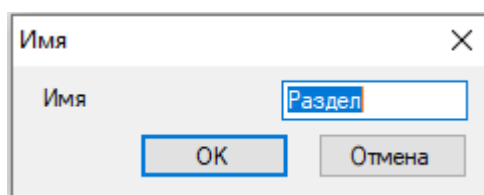

Рисунок 5.43
- создается раздел (см. рисунок 5.43) с помощью нажатия кнопки  или контекстного меню **Добавить раздел** или выбирается в «дереве» разделов панели параметров;